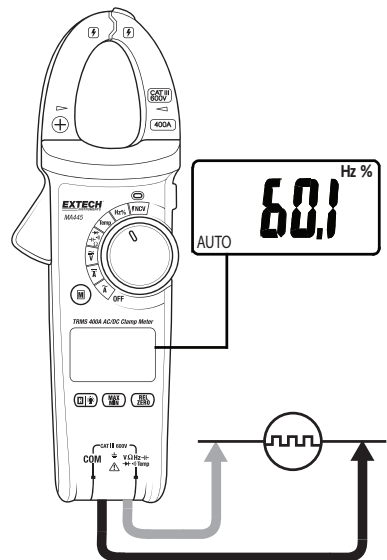

Fig. 8 – Misurazioni frequenza
1. Inserire la spina a banana del puntale nero nel jack (COM) negativo. Inserire la spina a banana del puntale da test rosso nel jack positivo. Si veda la Fig. 8.